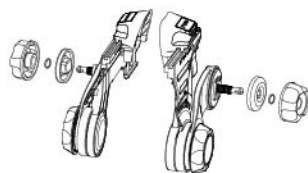

fig.13
- Skru av hovedkoblingsknotten på hver adapter (se fig.13).